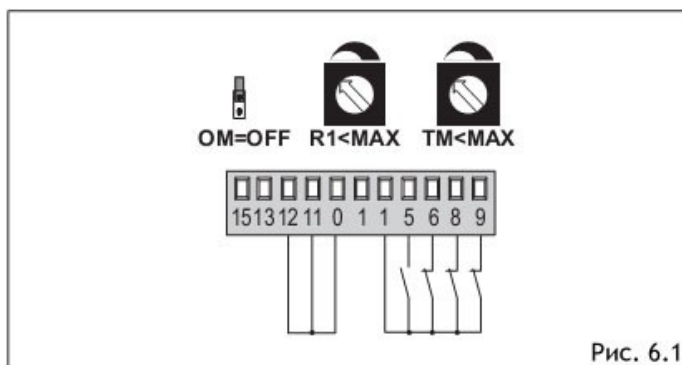

Рис. 6.1
- Створка ворот останавливается при достижении механических упоров или при обнаружении препятствия (Рис. 6.1)